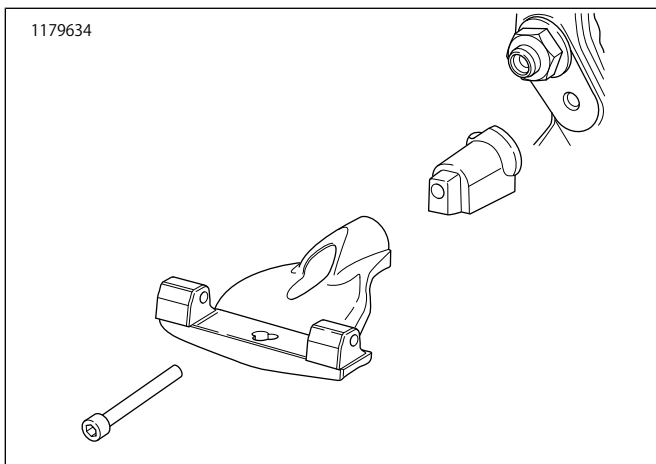
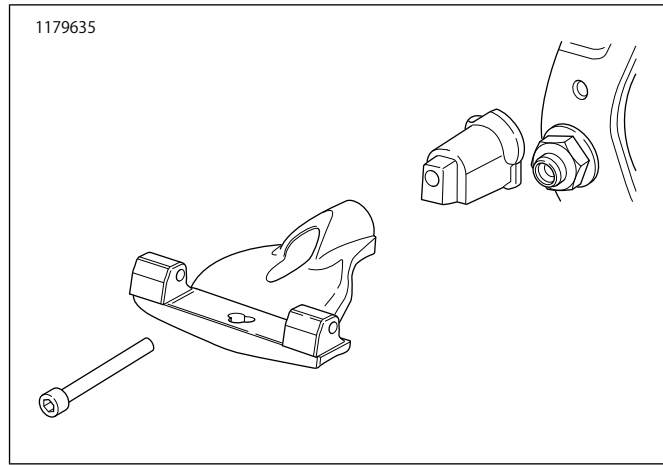

図4. 左側取り付け: FXBR/S、FXBB、FLFB/S、FLSL、FXLR
図5. 左側取り付け: FLSB、FLHC、FLDE
2. FXBR/S、FXBB、FLFB/S、FLSLおよびFXLRモデルの場合、「図4」を参照してください。FLSB、FLDEおよびFLHCモデルの場合、「図5」を参照してください。フットボードマウントを位置決めします。ソケットヘッドキャップスクリューにロックタイト243スレッドロッカーを塗布して、フロアボードアセンブリーと適切なアダプターを通して、マウント穴に挿入します。